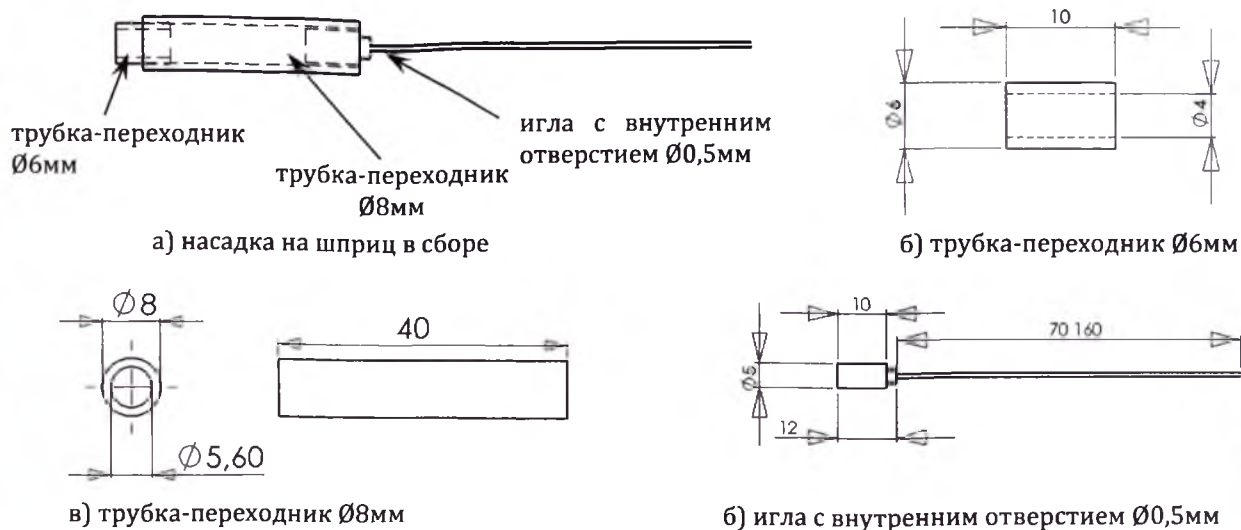

Рисунок 7.4 – Насадка для ввода NaCl 0,9%
7.2.6. Кожухи нагревателей игольчатых заполнить раствором NaCl 0,9% с помощью шприца и насадки на шприц (рисунок 7.4) (0,1 мл в каждый кожух);